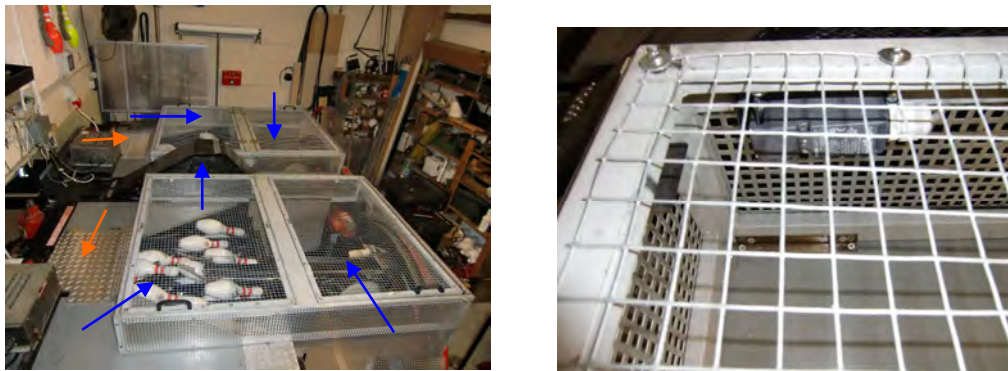

Abb. 6: links: elektrisch verriegelte Gitter (blaue Pfeile) und verschraubte Bleche (braune Pfeile); rechts: Drahtgeflecht (nicht begehbar)
4. zur Sicherung der Gefahrstellen im oberen Bereich des Pinsetters (z. B. Pinaufstellsystem, Ballbeschleuniger) durch Verdeckungen; hier: mit dem elektrischen Antrieb verriegelte Gitter und verschraubte Bleche (Abb. 6)